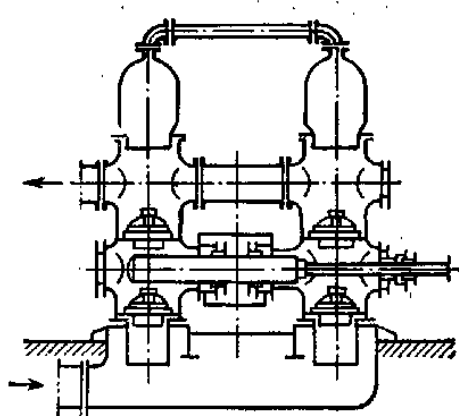

Рис. 4.
28. Поршневой насос (рис. 4) двойного действия наполняет бак диаметром 3 м и высотой 2,6 м за 26,5 мин. Диаметр плунжера насоса 180 мм, диаметр штока 50 мм, радиус кривошипа 145 мм. Частота вращения 55 об/мин. Определить коэффициент подачи насоса.